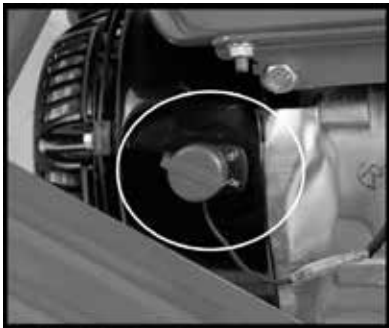

Fig. 1 - Strömbrytare
6. Kontrollera att motorströmbrytaren är i läge ON (fig. 1).